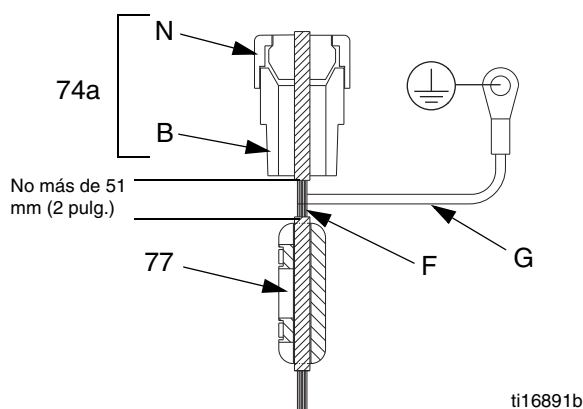

FIG. 13. Circuito del cable de campo de IS
19. Tienda el cable de campo de IS y el blindaje a través del aliviador de esfuerzo del conductor (74a) y conéctelos a J2 y J3. Vea la FIG. 13 y los **Diagramas eléctricos** en la página 10.
20. Vea la FIG. 13. Apriete la tuerca (N) en el aliviador de tensión conductor (74a) de forma segura. Instale la ferrita (77) en el cable de campo (F), a no más de 51 mm (2 pulg.) desde la parte inferior del aliviador de esfuerzo del conductor (74a). Instale el cable de puesta a tierra al tornillo de puesta a tierra en la caja de conexiones.
21. Instale la junta nueva (33), la cubierta (34), y seis tornillos (12).
22. Retire la etiqueta antigua (L) de la cubierta de la tarjeta de circuito (34). Fije la etiqueta nueva (L) en la cubierta.
23. Calibre el transductor, ingresando la información de calibración que se encuentra en la etiqueta nueva (L):
24. Vuelva a instalar la cubierta (32) con dos tornillos (12).